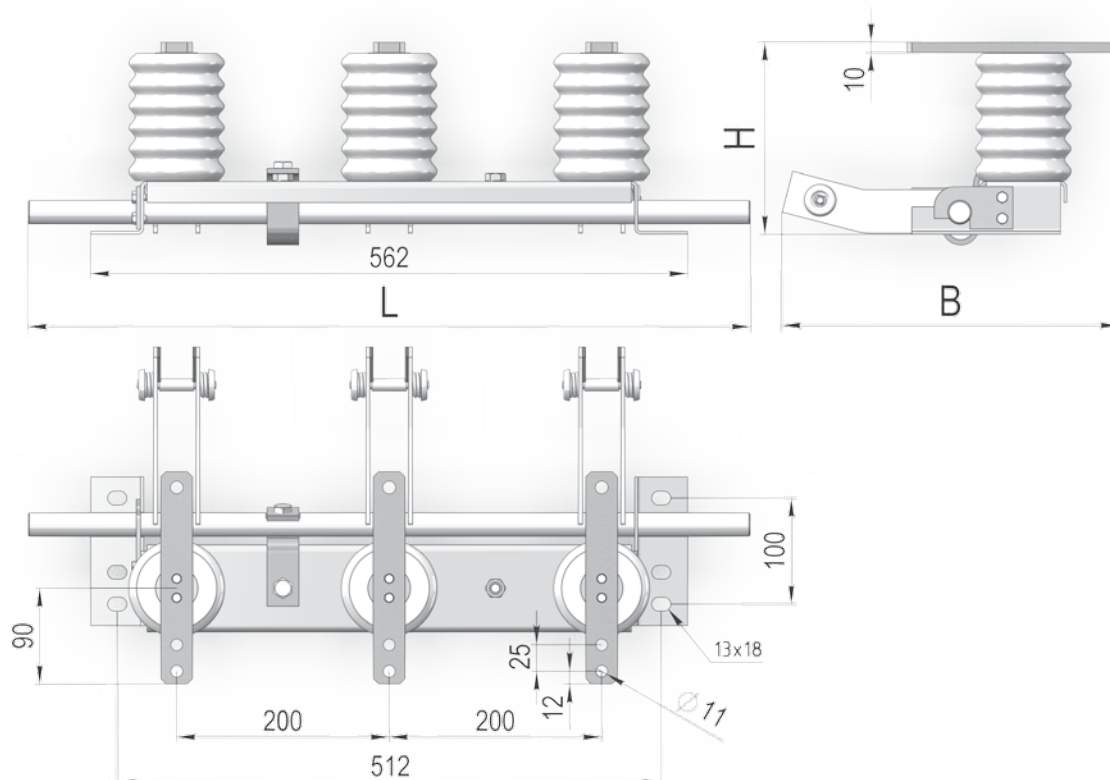

Рис. 3. Заземлитель типа ЗР.
5.3. Заземлитель типа ЗР (рис. 3) предназначен для заземления токоведущего контура при условии отсутствия напряжения и обеспечивает безопасное производство работ на отключенном участке электрической цепи.